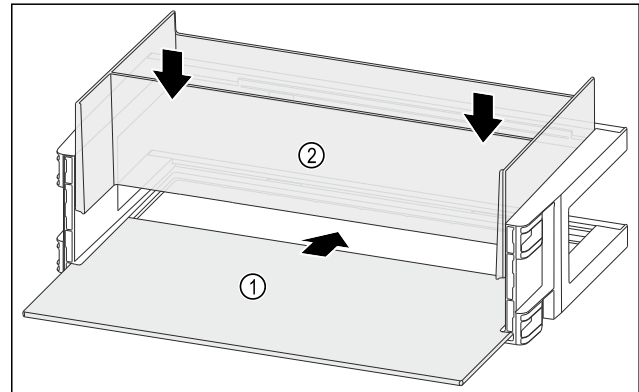

Fig. 143
- ▶ Abstellfläche Fig. 143 (1) in die seitlichen Aussparungen einschieben.
- ▶ Organizer Fig. 143 (2) einsetzen.